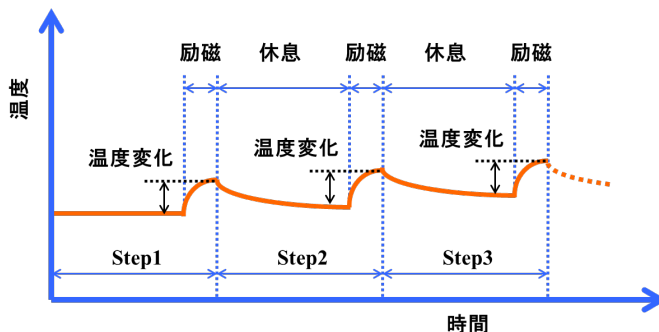

図1 周期的な励磁と試験体の温度変化
- 周期的に励磁しながら試験体の熱画像(温度)の時系列データを測定します(図1)。